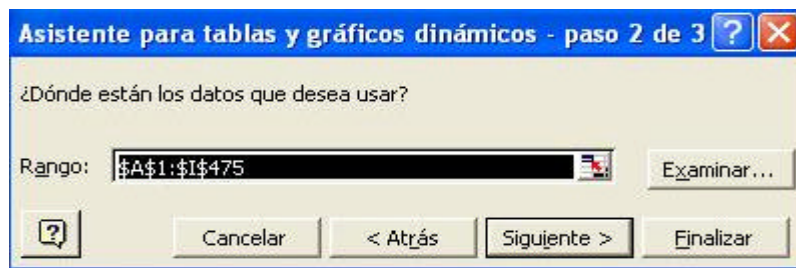
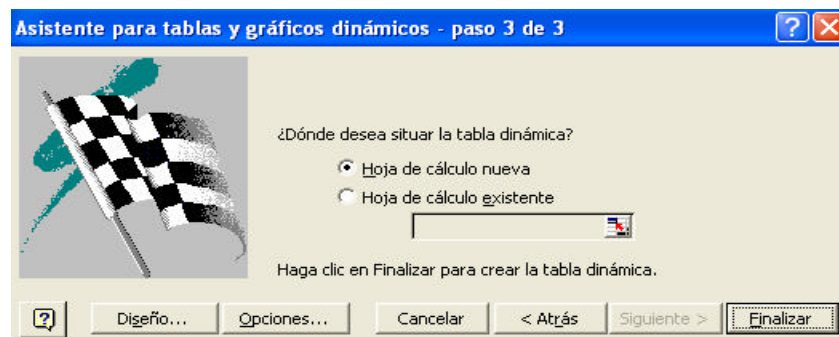
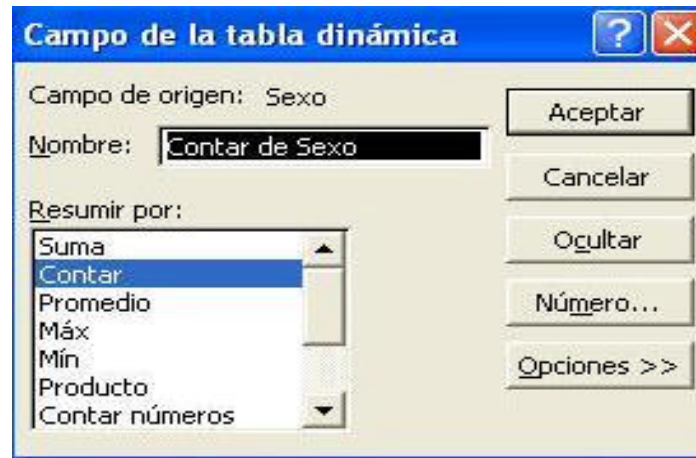
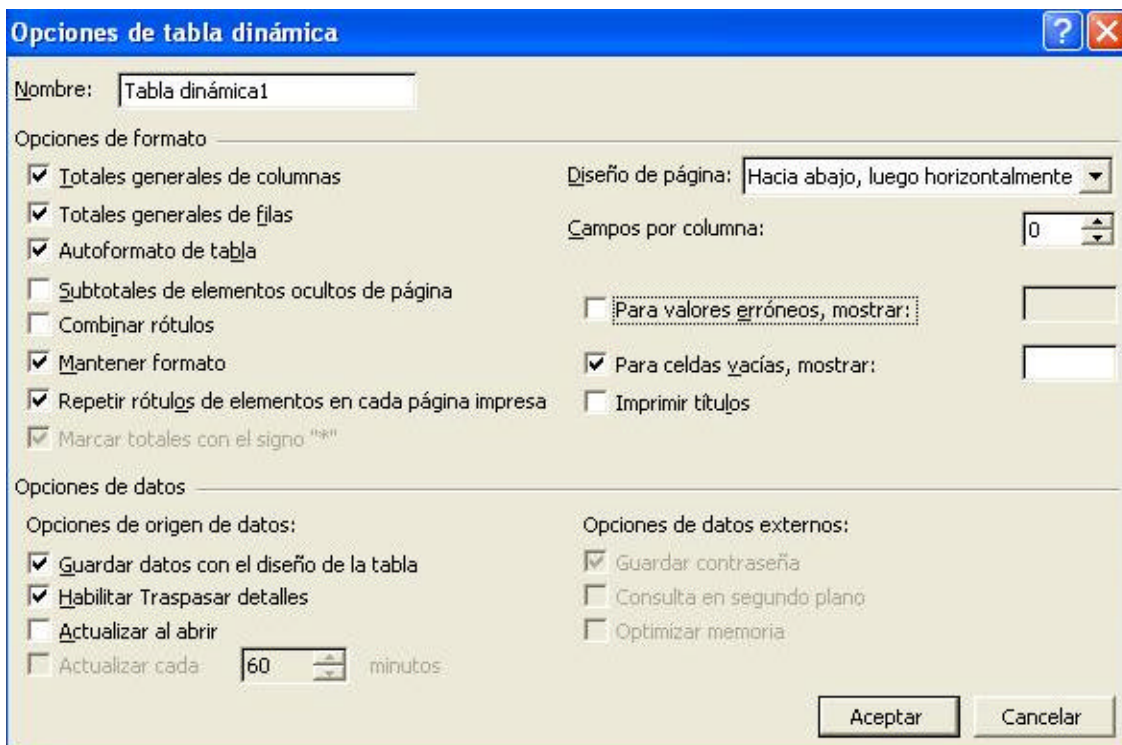

Figura 3 Etapa 2 de la tabla dinámica
Figura 5 Etapa 3 de la tabla dinámica
Figura 8 Acciones posibles en la tabla dinámica
Figura 9 Opciones de presentación de la tabla dinámica
variables. En este ejemplo, los datos realmente están en una lista de Microsoft Excel, mantenga como está y presione SIGUIENTE, lo que lo llevará a la Figura 3.
c) En este momento es necesario especificar exactamente dónde están los datos de la tabla dinámica: un intervalo de celdas del Excel, indicando las columnas (marcadas con letras) e las filas (marcadas con números). Muchas veces, como en la Figura 3, Excel automáticamente selecciona todos los datos disponibles en la planilla (en el caso de la celda A1 hasta la celda I475, comprendiendo las 474 observaciones de cada una de las nueve variables). Sin embargo, si eso no ocurre, Ud. podrá seleccionar el intervalo por cuenta propia, de dos maneras:
- Escribiendo en el campo RANGO (vea la Figura 3) las referencias de las celdas A1:I475, lo que significa que todas las celdas del intervalo serán consideradas.
Con la selección en este formato podrá buscar el intervalo deseado y seleccionarlo utilizando el *mouse*. Para retornar a la situación de la Figura 3 basta presionar la pequeña flecha roja nuevamente. Presionando SIGUIENTE en la pantalla mostrada en la Figura 3 llegamos a la Figura 5.
d) Una vez seleccionados los datos es preciso definir la disposición de la tabla dinámica, cómo estarán distribuidos los datos, y que acción deberá ejecutar la tabla dinámica. La etapa 3 se muestra en la Figura 5.
Si presiona dos veces sobre “CONTAR DE SEXO” surgirá la pantalla expuesta en la Figura 8, donde están las diversas acciones posibles (suma, contar, promedio, máximo, mínimo, desviación estándar, etc., que serán de utilidad cuando se analizarán variables cuantitativas)
En el presente caso queremos realmente contar el número de ocurrencias de los valores de la variable SEXO, por tanto, no se efectúan cambios, y se presiona ACEPTAR (Figura 8), y nos lleva a la Figura 5. También se pueden alterar las definiciones de la tabla, presionando el botón “OPCIONES” (Figura 5), que ocasionará la exhibición de la Figura 9.
Luego de definir donde se colocará la tabla dinámica, y realizadas o no las modificaciones en su presentación, basta con presionar ACEPTAR (Figura 9) y luego FINALIZAR (Figura 5), y el resultado deberá ser:
Seleccione y arrastre la variable SEXO para el campo **FILA**, y la variable FUNCION para el campo **COLUMNA** (o viceversa). Seleccione la variable SEXO (o la variable FUNCION, pero apenas una de ellas) y arrastre para el campo DATOS: la acción estándar es: CONTAR DE FUNCION (o CONTAR DE SEXO, si se seleccionó esta variable). Presionando Aceptar en la pantalla expuesta en la Figura 13, se llegará a la pantalla expuesta en la Figura 5, donde deberá dar un clic en la opción FINALIZAR, y la tabla resultante será:
AñosEd) como acción (porque los valores de la variable son números), y se necesitará modificar eso para conteo de los valores: CONTAR de AñosEd, siguiendo el procedimiento que se ilustró en la Figura 8. Luego de realizar los ajustes necesarios, se obtendrá la siguiente tabla dinámica: